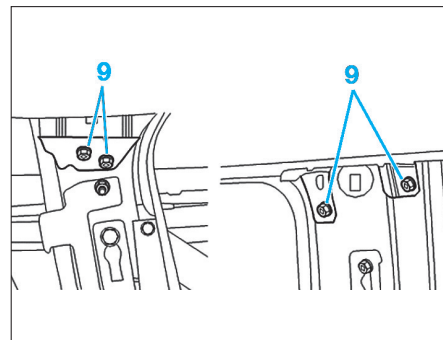
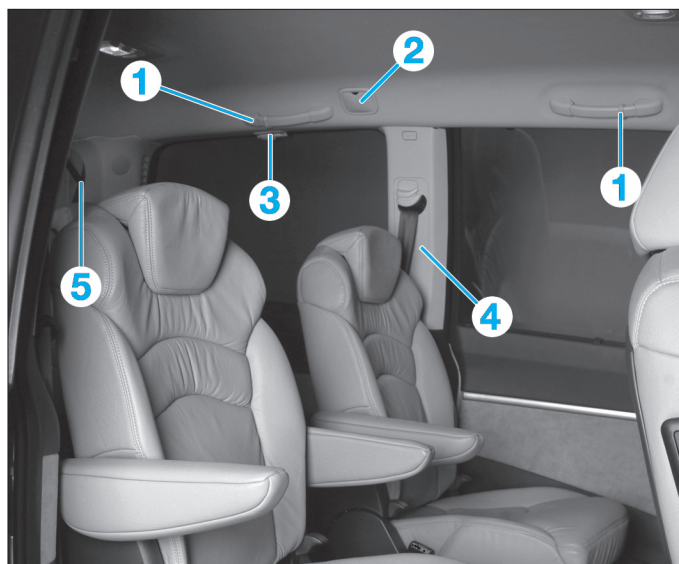
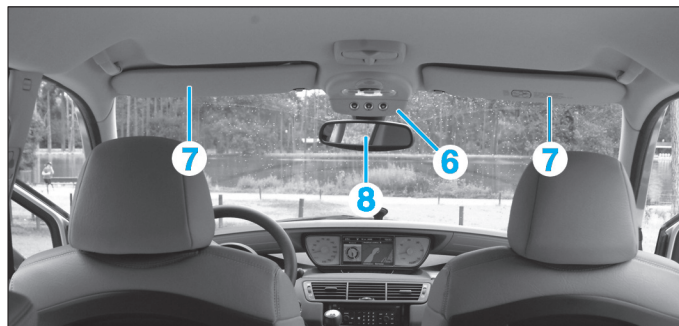

Fig. 49
Fig. 47
Fig. 48
- Déposer (Fig.47) :
- les poignées de maintien avant et arrière (1),
- le cache (2),
- le cache (3),
- les garnitures de pieds milieu (4) et arrière (5).
- Déposer (Fig.48) :
- l'enjoliveur du plafonnier (6) puis le débrancher,
- les pare-soleil (7) et leur support,
- les vis de fixation du rétroviseur (8).
- Déposer les vis (9) de la garniture de pavillon (Fig.49).